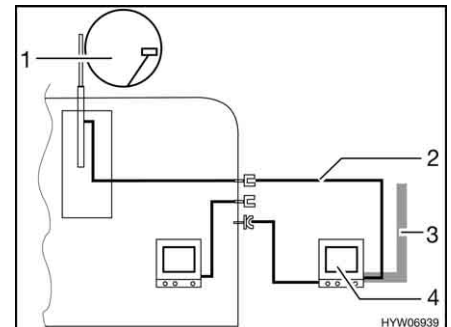

Bild 157 TV im Vorzelt
- TV im Vorzelt (Bild 157,4): Anschluss an Dachantenne (Bild 157,1) mit Verbindungskabel (Bild 157,2)
- TV im Vorzelt (Bild 157,4): Anschluss an externe Antenne (Bild 157,3)